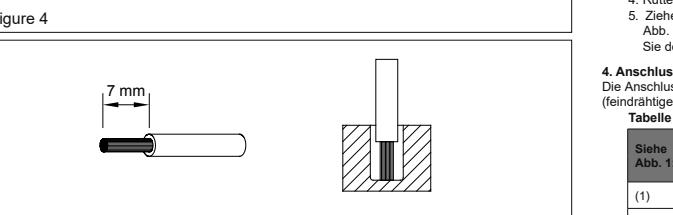

Figure 4
4.4. Anzeigen und Relaiskontakte (Abb. 4)